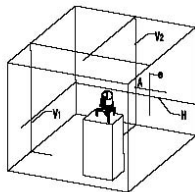

Fig. 11-2
6. Si $e > 2 \text{ mm}$ (0,079 po), la précision horizontale excède le seuil de tolérance. (Voir fig. 11-2).